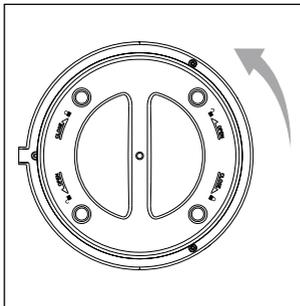

Abb.3
3. Drehen Sie den Gehäusedeckel **9** an der Unterseite des Gerätes ein Stück gegen den Uhrzeigersinn in Richtung **OPEN** **⏏**, um ihn zu öffnen (siehe Abb. 3). Entfernen Sie dann den Gehäusedeckel **9** vom Gerät.